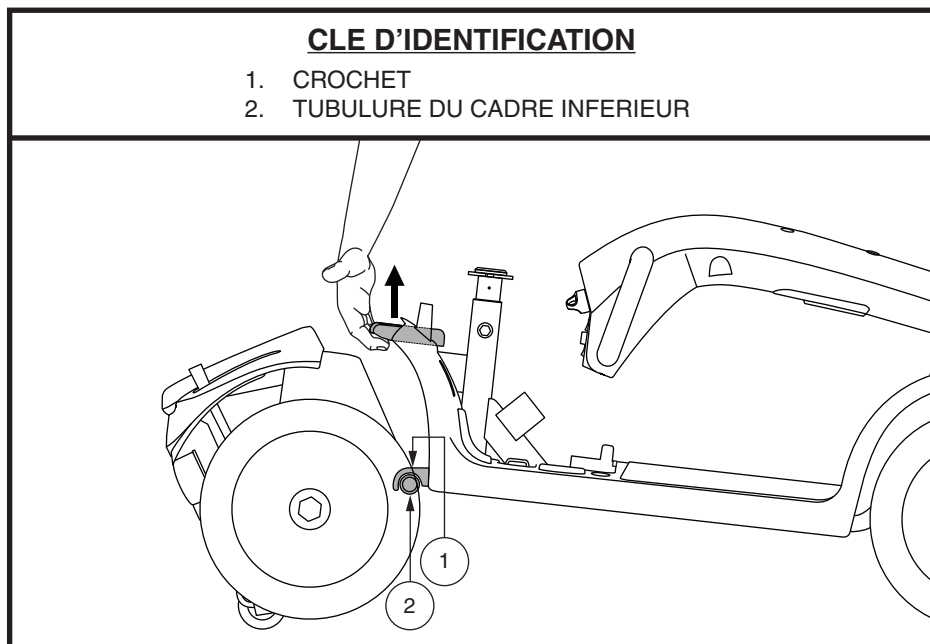

Figure 24. Levier de blocage du cadre
1. Positionnez les sections. **Voir la figure 24.**